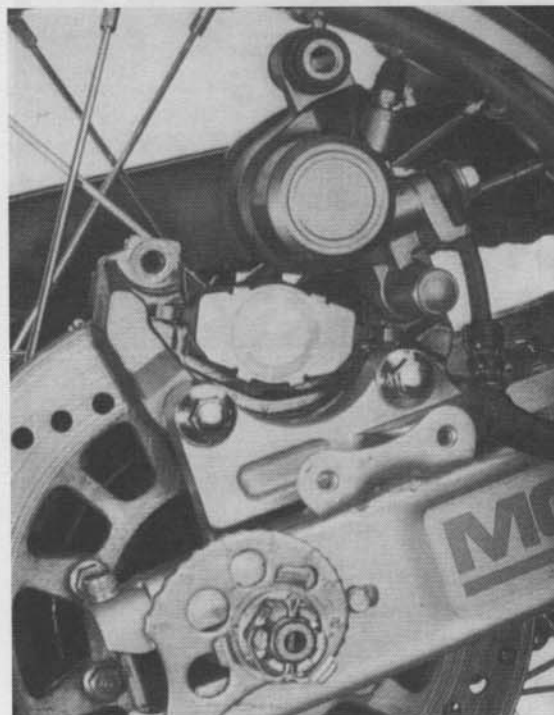

Bild 41
- Hintere Sattelschraube ausdrehen und Bremssattel nach oben schwenken (Bild 41).